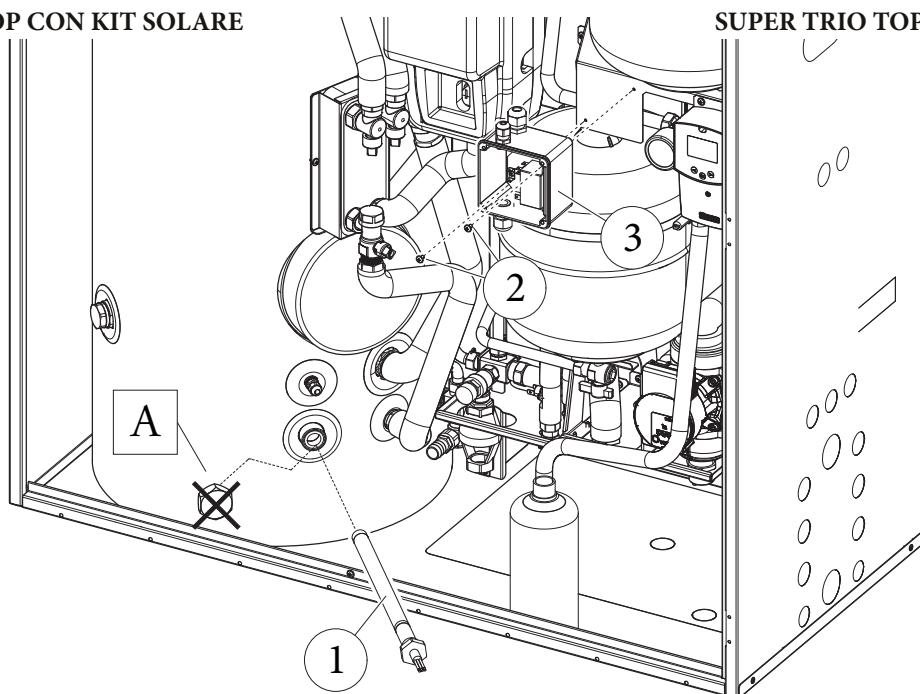

Fig. 7
- Smontare il tappo (A) presente sull'unità bollitore.
- Quindi inserire l'o-ring sulla resistenza (1) ed avvitarla nell'apposita sede sull'unità bollitore (Fig. 7).
- Prendere la scatola allacciamento (3), togliere il coperchio e fissarla tramite le viti (2) ai fori svasati presenti sulla lamiera posteriore (Fig. 7).
- Remove the tap (A) on the storage tank unit.
- Then insert the o-ring on the resistance (1) and screw it in the dedicated seat on the storage tank unit (Fig. 7).
- Take the connection box (3), remove the cover and fasten it to the countersunk holes on the rear metal-sheet plate (Fig. 7) with the screws (2).